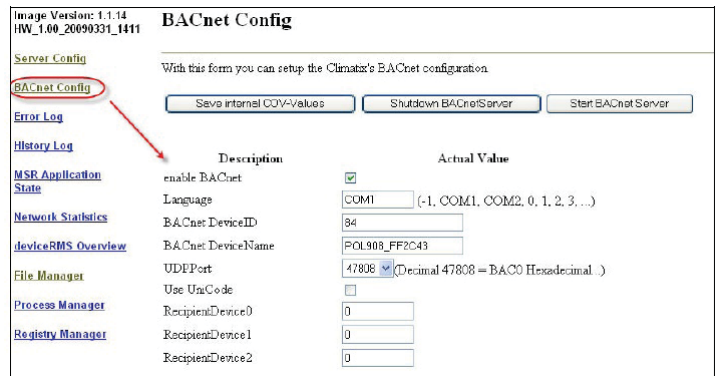

fig. 4
1. Still inn grunnleggende innstillinger (fig. 4) hvis de allerede ikke er gjennomført via HMI-DM, les denne seksjonen.
1. Ange grunnleggende innstillinger (fig. 4) – om det ikke gjøres via manöverenheten (HMI-DM). Se dette avsnitt.
1. Enter basic settings (fig.4) – if not done via operator unit (HMI-DM). See this section.